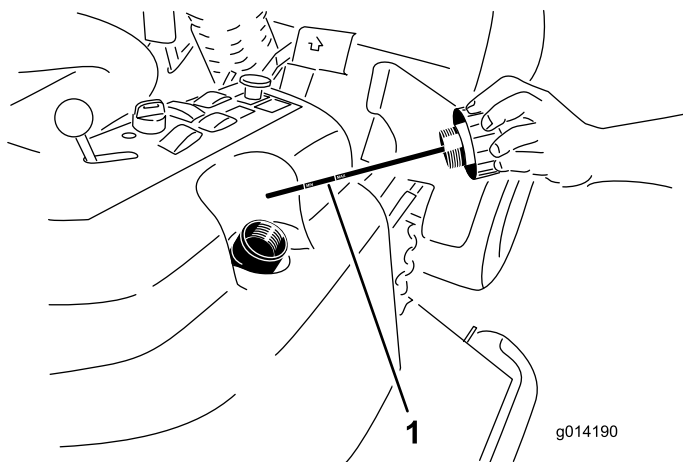

图 51
4. 从加油颈上取下液压加油颈盖 图 51。
5. 取出量油尺用干净的抹布擦拭 图 51。
6. 将量油尺完全拧入加油颈然后再取出检查液位 图 51。